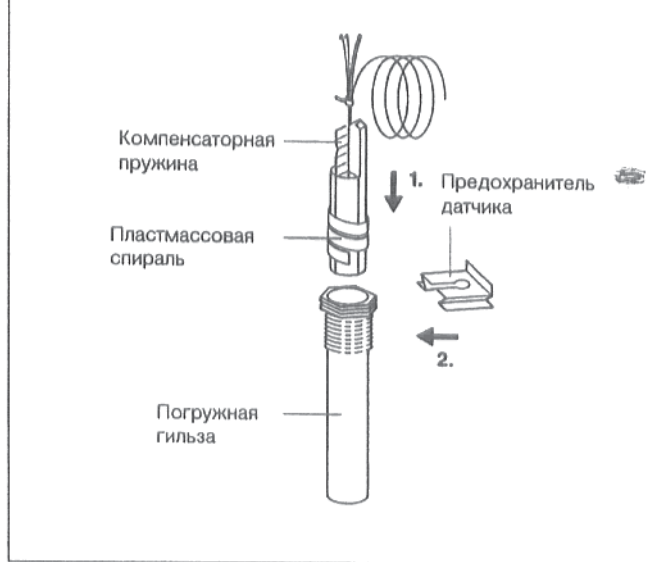

рис. 28
погружную гильзу. При этом пластмассовая спираль самостоятельно отодвигается назад. Компенсаторную пружину необходимо вставить в погружную гильзу вместе с датчиком (рис. 28)
- Надеть предохранитель датчика (входит в комплект поставки устройства регулирования) сбоку или сверху на головку погружной гильзы (рис. 28).